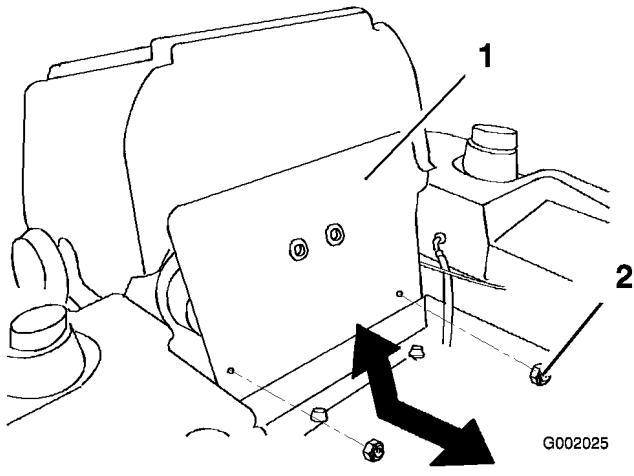

Bild 34
- Kippen Sie den Sitz nach vorne und entfernen Sie die vordere Motorverkleidung (Bild 34).